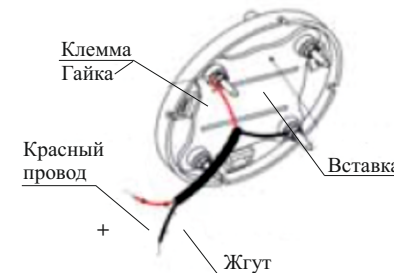

Рисунок 3
– для исполнения Р21.162.001.000 с помощью переходного устройства (см. рисунок 3). Вставка устанавливается на розетку ПКУ-1, а провода подключаются к адресному устройству.